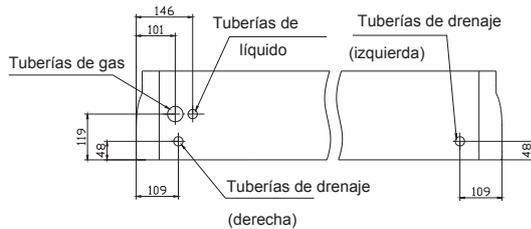

Fig. 4.2. Posiciones de la conexión de la tubería
1. En las Fig. 4.1 y Fig. 4.2 se muestran las posiciones de conexión de la tubería.